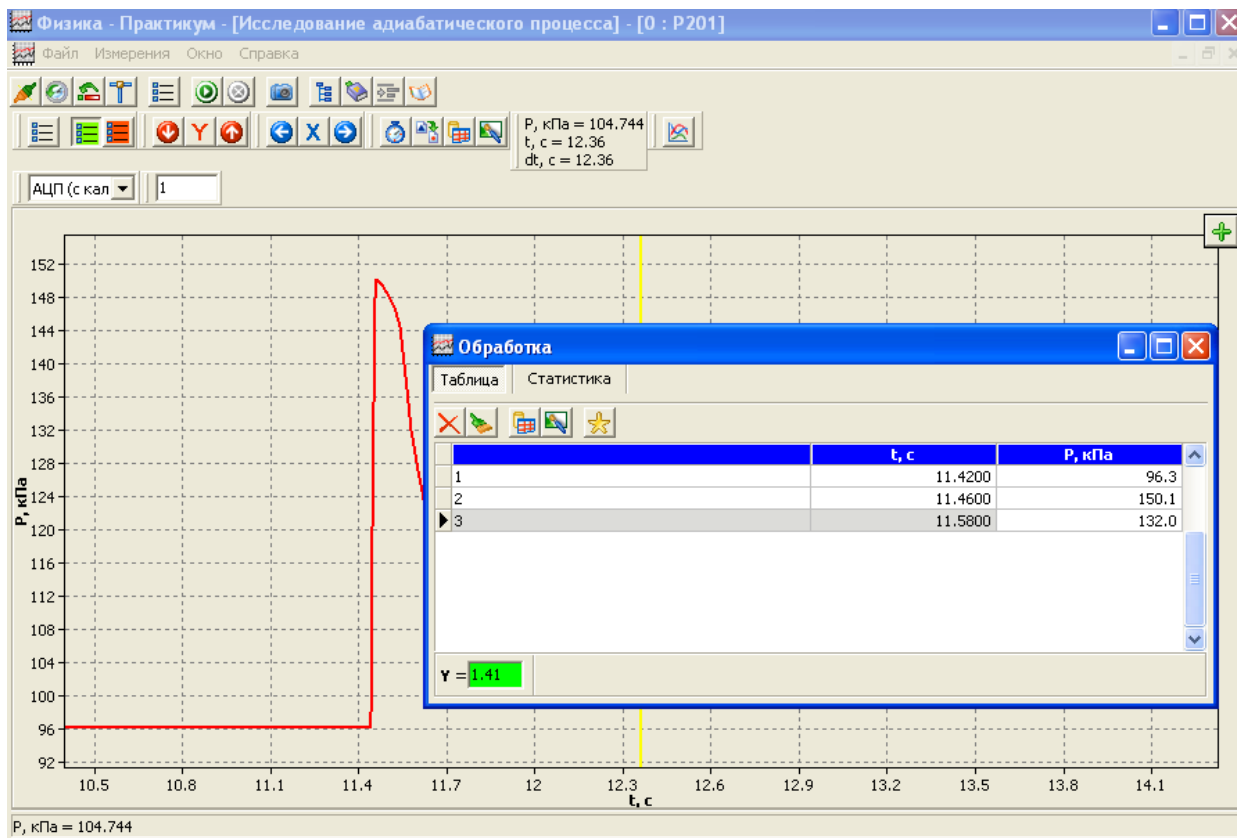

Рис.6
1. Перенесите нужные значения давления и моментов времени, в которые они зафиксированы на вкладку **Таблица** окна **Обработка данных** (рис. 6). Для этого желтый вертикальный маркер устанавливается в нужном месте кривой (указатель мыши подводится к нужной точке графика и нажимается левая кнопка мыши). Данные, соответствующие пересечению маркера с зарегистрированной кривой, переносятся в таблицу нажатием на кнопку «**Ввод данных в таблицу**» () , располагающейся в правом верхнем углу графика.
- После заполнения всех трех строк на вкладке Таблица требуется вычислить значение γ на калькуляторе по формуле (3), округлить его до сотых и ввести в окно $\gamma = \square$ в нижней части вкладки Таблица (рис. 6).